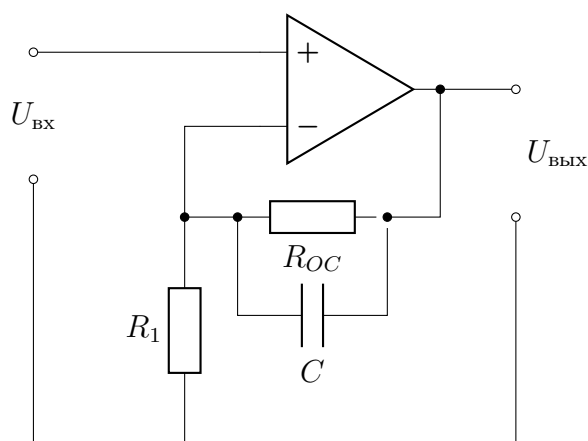

Рис. 2: схема активного фильтра низких частот при не-инвертирующем включении
- Собрать схемы по рис. 2, 3, 4.